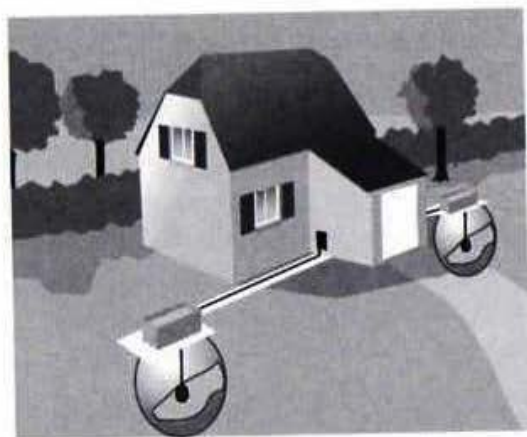

Fig. 5.6 – Captage sur nappe phréatique
- La géothermie sur nappe phréatique (fig. 5.6)